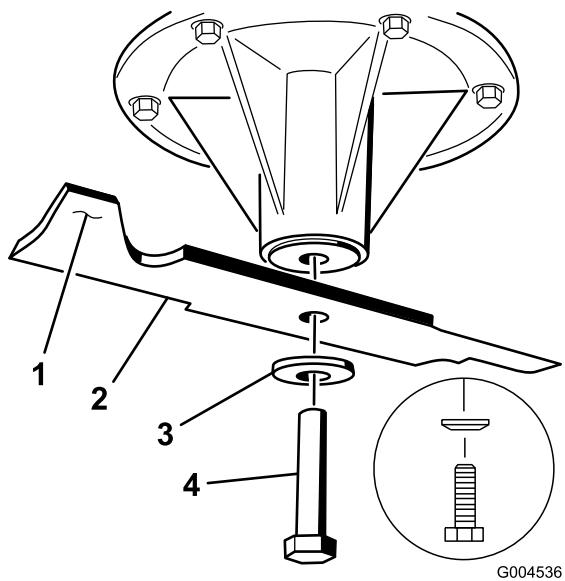

Figura 76
2. Retire el perno de la cuchilla, la arandela curva y la cuchilla del eje (Figura 76).
3. Si la cuchilla no está equilibrada, rebaje algo el metal en la parte de la vela solamente (Figura 76).